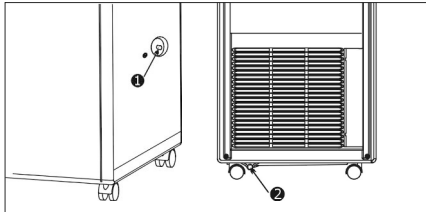

Рис. 10
При заполнении емкости для сбора конденсата воду необходимо сливать, иначе прибор не будет работать. Сливать конденсат необходимо, открыв нижнюю заглушку у основания прибора (Рис.10 поз.2).
Для постоянного отвода конденсата в условиях повышенного уровня влажности в помещении можно использовать отверстие для постоянного отвода конденсата в центре прибора (Рис.10 поз.1).
1. Когда устройство работает в режиме охлаждения, установка дренажной трубки для отвода конденсата не требуется, т.к. конденсат испаряется автоматически. Убедитесь, что когда устройство находится в работе, резиновая заглушка сливного шланга надежно закреплена (см. рис.10).
2. При работе в режиме обогрева выньте резиновую заглушку (2) сливного шланга (Рис.10), установите соответствующий сливной шланг, чтобы повысить эффективность обогрева.
3. При работе в режиме осушения выньте резиновую заглушку (2) сливного шланга, установите соответствующий сливной шланг (в комплект поставки не входит).